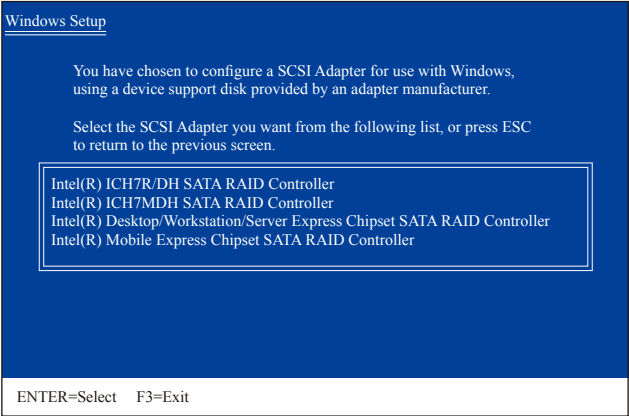

图3
放入存有SATA RAID/AHCI驱动程序的软盘并按下<Enter>键。当如图3的画面出现时，请选择「 Intel(R) Desktop/Workstation/Server Express Chipset SATA RAID Controller 」再按<Enter>键，系统会从软盘中下载RAID驱动程序。若设为AHCI模式，请使用键盘的上键移到「 Intel(R) ICH10R SATAAHCI Controller 」项目再按<Enter>。